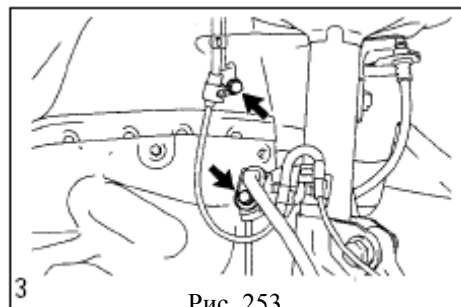

Рис. 253
- (2) Подсоедините разъем к выключателю сигнала тормоза.
- (3) Закрутите болт на кронштейне педали тормоза (см. рисунок 253).